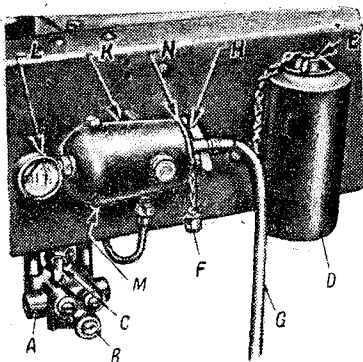
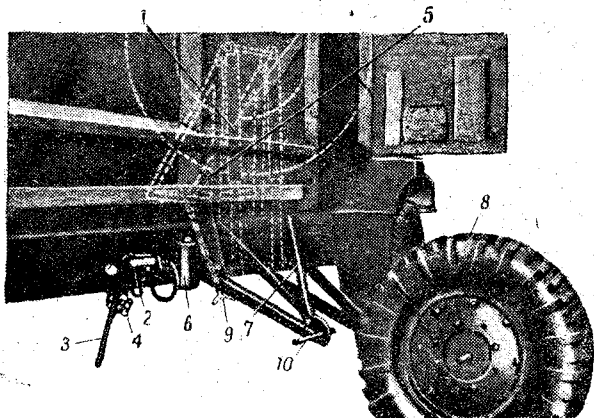

Рис. 3:
Рис. 4:
5. До присоединения шланга *G* (рис. 3) к патрубку фильтра насоса необходимо продуть фильтр *K* (в течение  $\frac{1}{2}$  минуты), для того чтобы спустить масло, которое могло попасть в него в то время, когда компрессор не работал.
2. Вращать ручку болта *9* (рис. 4) до тех пор, пока не поднимется верхняя часть зажимного приспособления *5* (рис. 4) (ручка находится под траверсой рамы, около компрессора).
3. Медленно и постепенно отвертывать маховичок *B* (рис. 3) редукционного клапана (колесо при этом начнет самостоятельно опускаться).
1. Отвернуть гайку болта *10* (рис. 4), крепящего колесо на кронштейне.
2. Вставить колесо между домкратами 1 (рис. 4) кронштейна.
1. Закрыть редукционный клапан, вращая маховичок В (рис. 3) по часовой стрелке.
2. Установить ручку помпы З (рис. 4) на ось С (рис. 3).
3. Двигать ручку направо и налево для того, чтобы перекачать масло из резервуара D (рис. 3) в гидравлические домкраты 1 (рис. 4), поднимающие кронштейн запасного колеса.
4. Вращать ручкой болт 9 (рис. 4) до тех пор, пока не опустится верхняя часть зажимного приспособления и не прижмет трубку кронштейна запасного колеса.